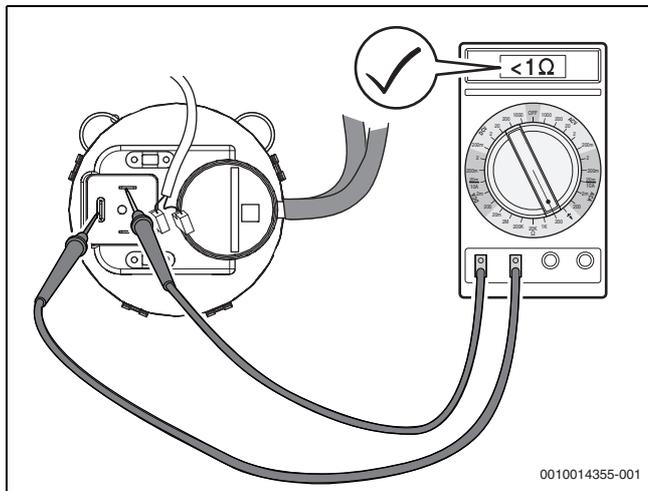
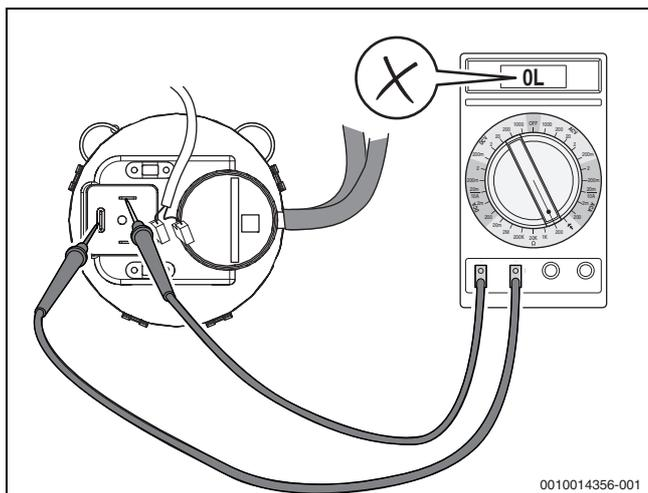

Bild 66 Differenzdruckwächter auf Durchgang prüfen (Differenzdruckwächter in Ordnung)
Bild 67 Differenzdruckwächter auf Durchgang prüfen (Differenzdruckwächter **nicht** in Ordnung)
- ▶ Elektrische Anschlussleitungen am Differenzdruckwächter abziehen und Widerstand an den Kontakten messen (→Bild 66). Wenn der gemessene Wert  $< 1 \text{ Ohm}$  beträgt (oder Signalton, je nach Messgerät), ist der Differenzdruckwächter in Ordnung. Wenn kein Wert oder ein Widerstand  $> 1 \text{ Ohm}$  angezeigt wird (→Bild 67), Differenzdruckwächter austauschen.